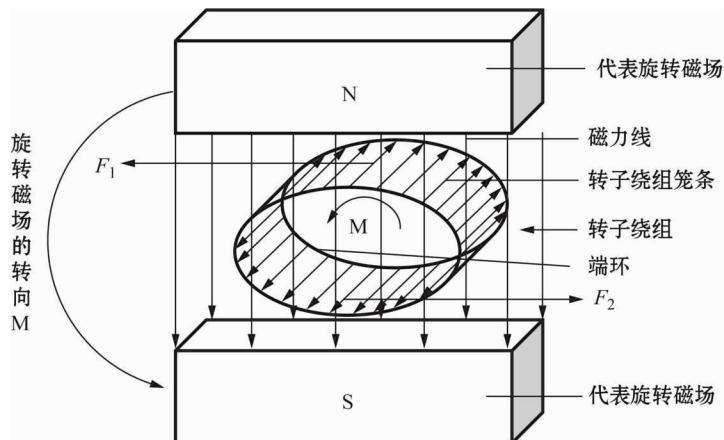

图 1-12 异步电动机转动原理图
## 2. 三相异步电动机的转动原理(见图 1-12)
(1) 旋转磁场旋转时,静止的转子笼条切割磁力线而产生感应电流,其方向可用右手定则判断。
(2) 产生感应电流的笼条在旋转磁场中将受到两个电磁力  $F_1$  和  $F_2$ (见图 1-12),其方向可用左手定则判断,这两个电磁力将使转子产生电磁转矩并跟随旋转磁场的转动方向旋转。这就是三相异步电动机的转动原理。